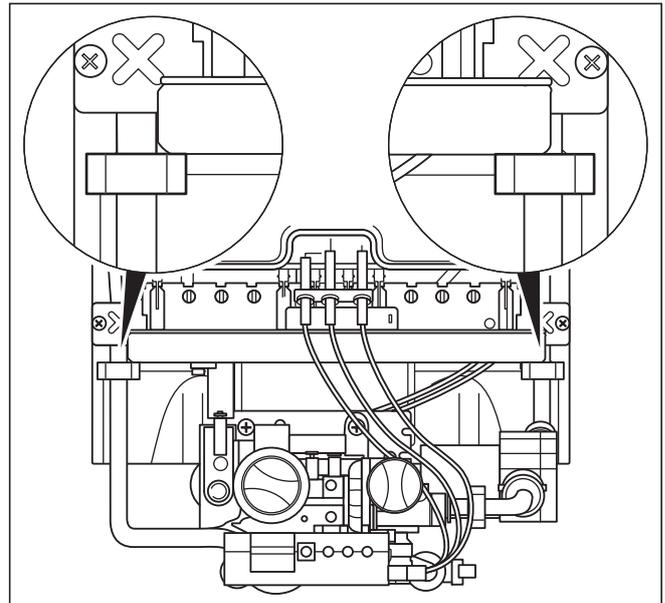

Fig. 7.4 Fixation du corps de chauffe de l'appareil sur la paroi arrière
- Desserrez les pinces servant à la fixation du corps de chauffe de l'appareil sur la coupe tirage ; voir fig. 7.4.